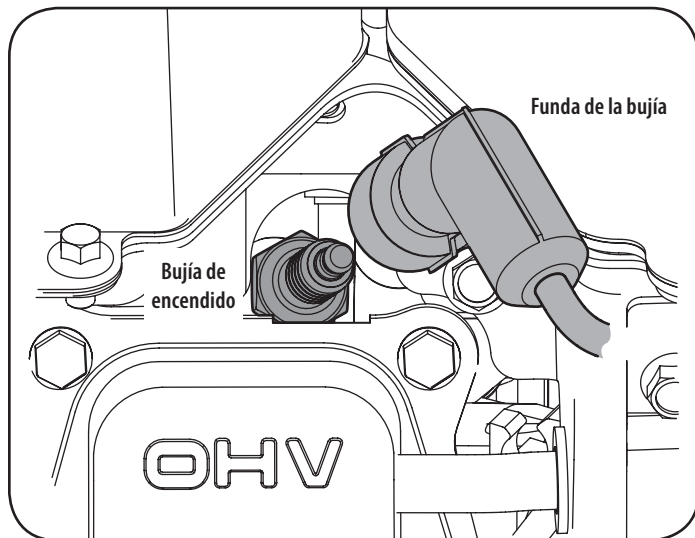

Figura 55
3. torciendo el electrodo lateral. Vea la Figura 55. La separación debe establecerse entre 0,02 y 0,03 pulgadas (0,60-0,80 mm).